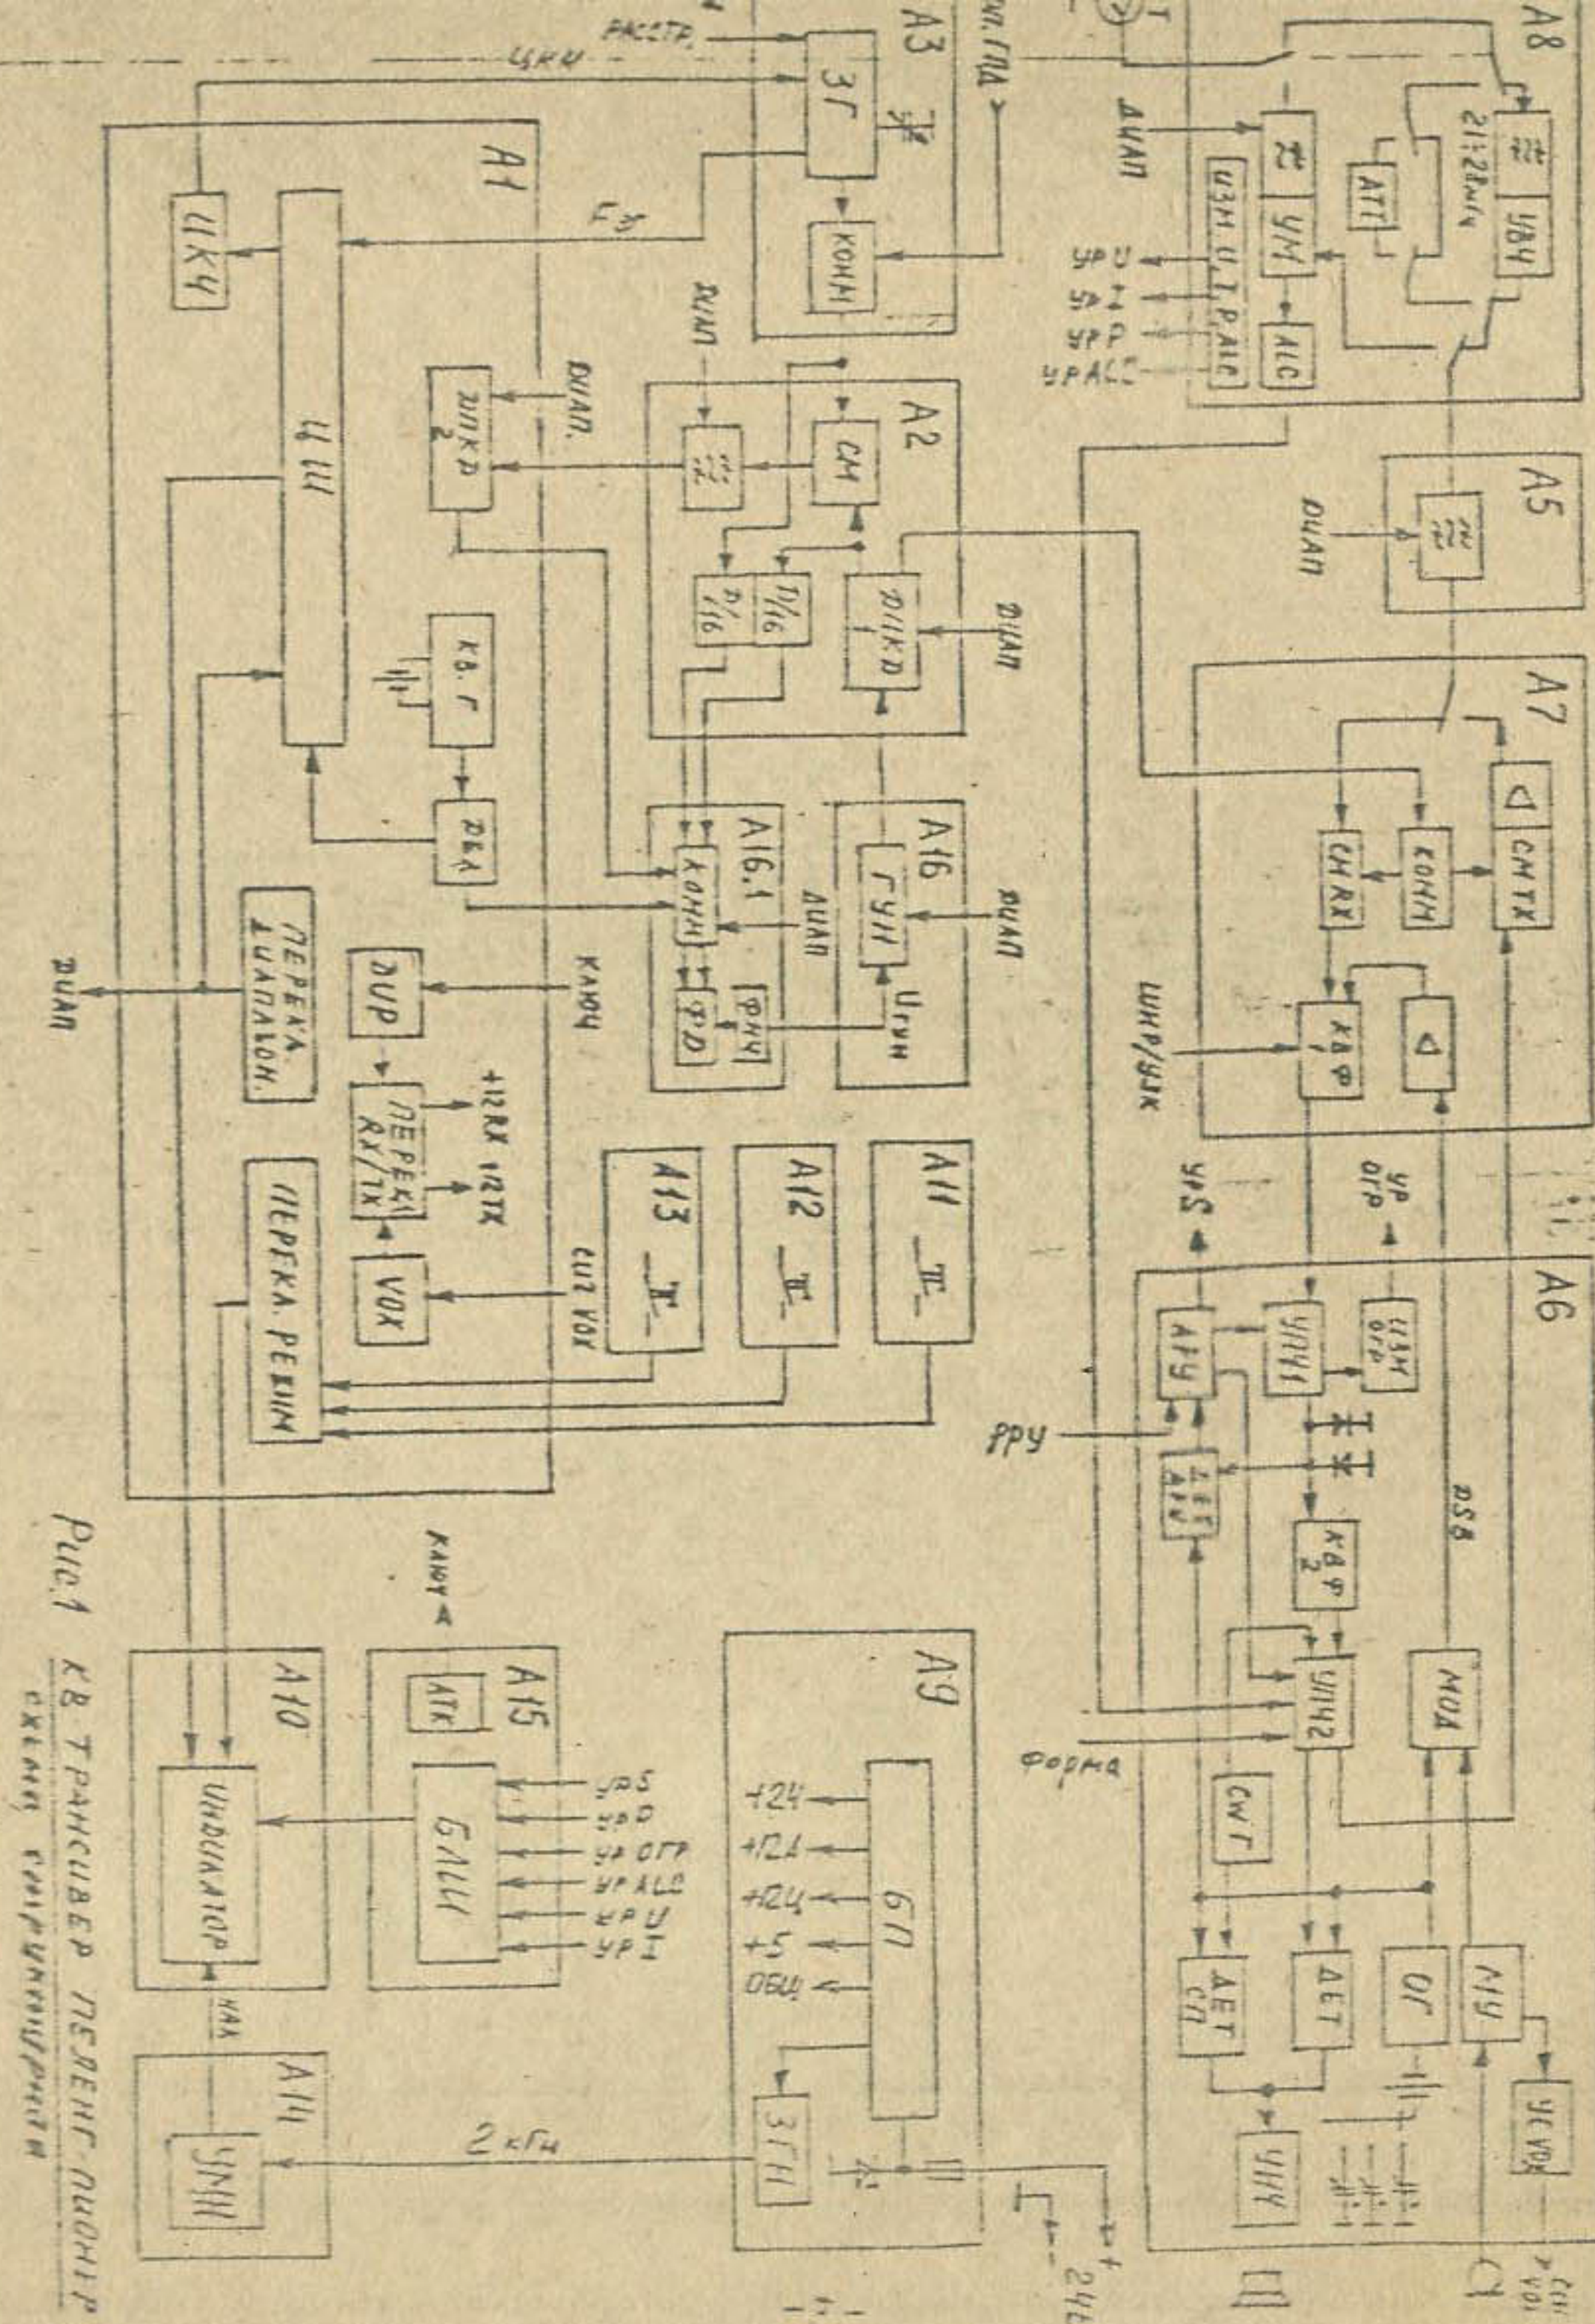

Рис. 1 БЛОК-СХЕМА ТРАНСИВЕР ПЕЛЕНГ-ПИОНЕР
Трансивер "ПЕЛЕНГ-ПИОНЕР" является коротковолновой радиостанцией с совмещенным гетеродином . Приемник трансивера - супергетеродин с одним преобразованием частоты . Частота ЛЧ равна 8 мГц . Структурная схема трансивера приведена на рис. 1 . Трансивер разбит на 16 конструктивных блоков , обозначенных на схеме А1 , А2 ... А16 . На схеме все переключатели показаны в положении "прием" (RX) . Во время приема сигнал с антенного гнезда "АНТ" поступает в блок А6 (усилитель мощности передатчика) и через антенное реле попадает на коммутатор с помощью которого сигнал либо напрямую идет на диапазонный фильтр А5 , либо через аттенюатор со ступенями 10 и 20 дБ ослабления . На диапазонный динамический диапазон приемника , сигнал через широкополосный фильтр попадает на усилитель высокой частоты и далее на узкополосные фильтры в блоке А1 .